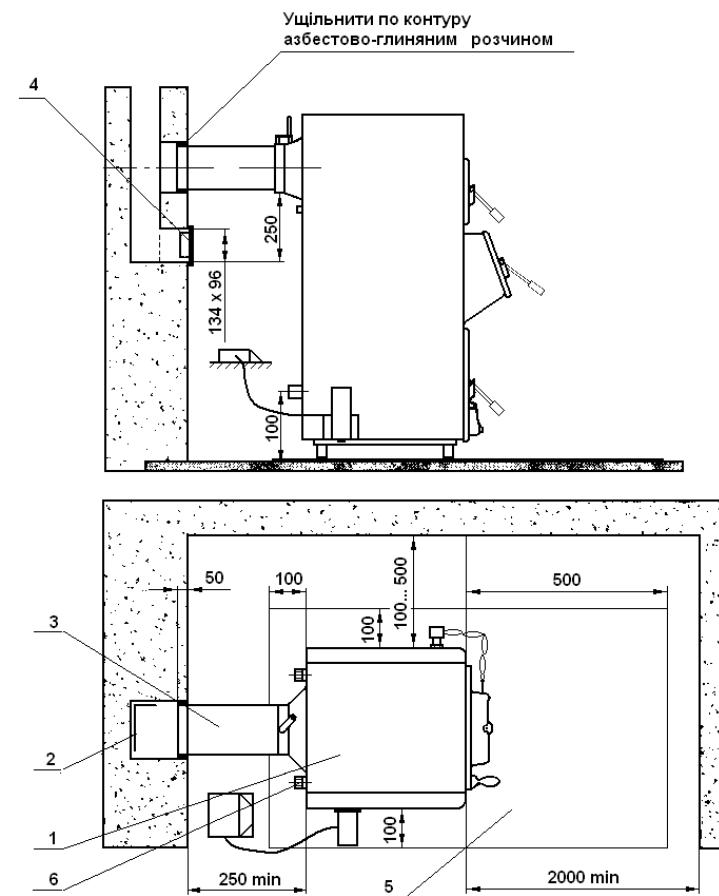

Рис. 3 Рекомендована схема установки апарату і приєднання до димової труби.
- рекомендовані розміри установки апарату згідно рис. 3.
2.2.2.1.5 Перед встановленням апарату на підлогу положити металевий лист згідно рис. 3.